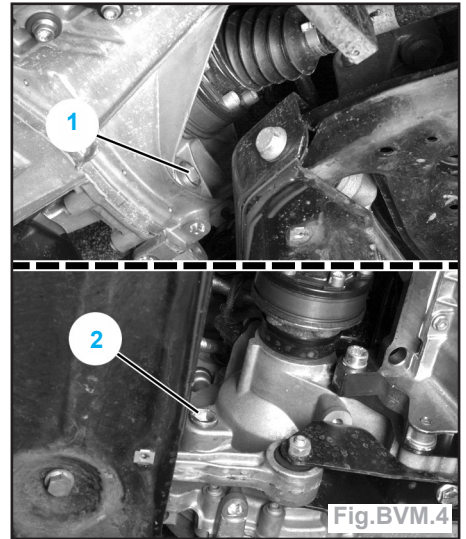

Fig.BVM.4
- Implantation des bouchons de vidange (1) et de remplissage / niveau (2) de la boîte de vitesses (Fig.BVM.4).